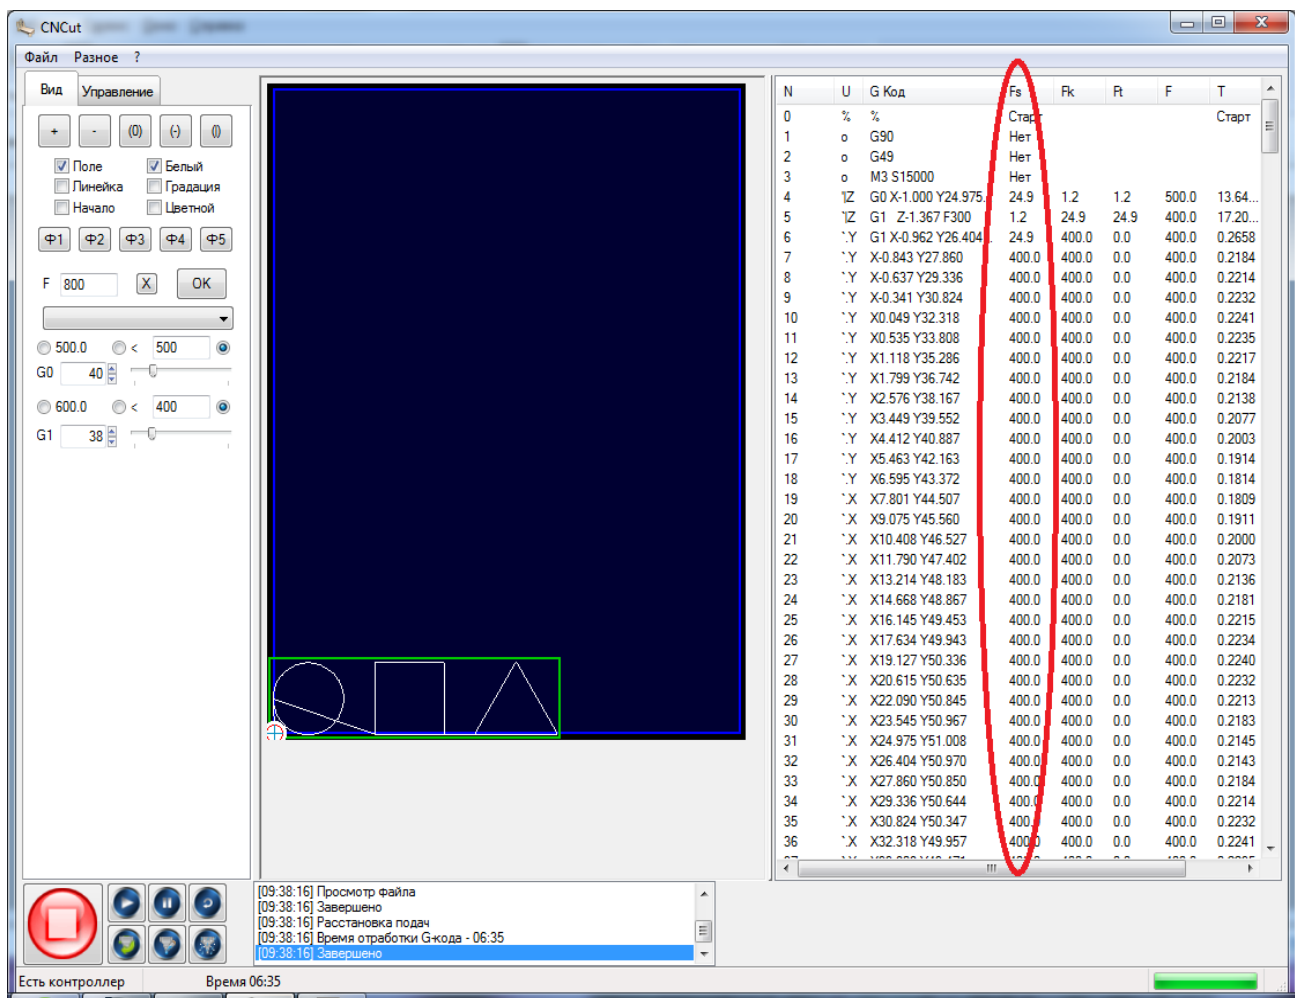

Рисунок 65. Стартовая скорость в кадре «Fs»
4. Столбец «Fs»- Стартовая скорость в кадре, рисунок 65